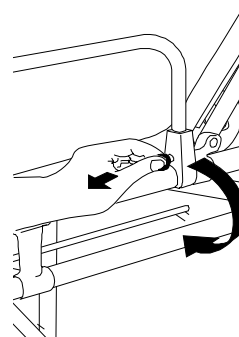

Figura 2 - Pivoteando las Barandillas
4. Bajen las barandillas para permitir fácil acceso a la cama de la camilla. Para pivotar una barandilla, jale el pasador/traba y rote la barandilla hacia abajo (Figura 2).